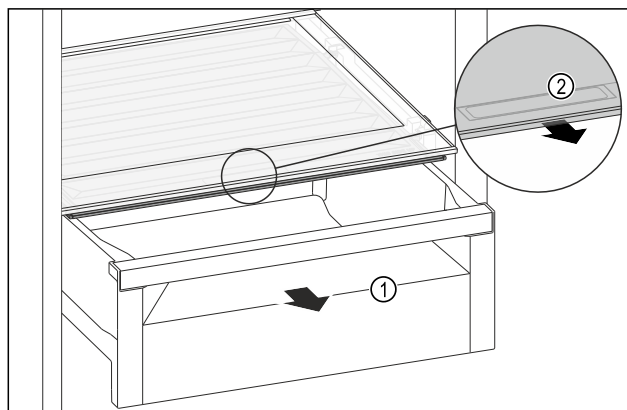

Fig. 121
- Trekk ut skuffen Fig. 121 (1).
- Ta tak i det innfelte grepet Fig. 121 (2) på lokket, og trekk samtidig lokket forover.